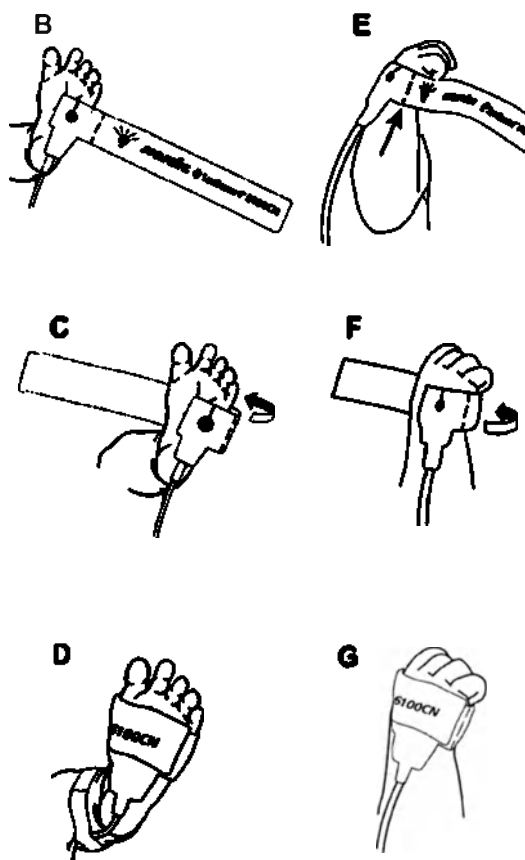

Рисунок 74. Изображение закрепления датчика на ноге/руке пациента.
1. Смотрите Рис. 74.
2. Поместите датчик на нижнюю часть стопы, сразу за пальцами (как можно ближе к пальцам, но не на пальцах) (Рис.74-В). Для использования на руке, поместите датчик на боковой части правой руки (Рис.74-Е).
3. Оберните ленту вокруг ноги (Рис.74-С и Рис.74-D) или, в случае расположения на руке, вокруг пальцев, (Рис.74- F и Рис.74-G).